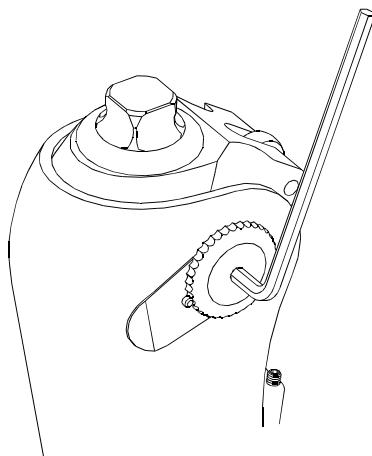

図8
3. 六角レンチ (4 mm) を用いて歯付止めボルトを1山締め込み、ガタの有無を確認します。ガタが解消されない場合は、さらに締め込んでください。ただし、締め込みすぎると、屈曲伸展時の抵抗が大きくなりますので、注意してください。(図8参照)